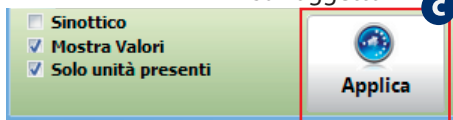

FIG. 8.1.4
3) Synoptic: pressing this control box makes it possible to pilot the control unit in manual mode via the Synoptic Mode. All of the relays (boiler activation, chiller, system pumps, zone outputs, dehumidification consent) and all of the analogical 0-10V outputs (mixer valve commands) of the control unit become modifiable by video. Operations are confirmed via the command **"Apply"** **c**, which transfers the modified values to the control unit (Fig. 8.1.4).
3) Sinottico: premendo su questa casella di controllo si può pilotare la centralina in manuale attraverso la Modalità Sinottico. Tutti i relè (attivazione caldaia, chiller, pompe impianto, uscite di zona, consensi deumidificatori) e tutte le uscite analogiche 0-10V (comando valvola miscelatrice) della centralina diventano modificabili a video. Le operazioni vanno confermate tramite il comando **"Applica"** **c**, che trasferisce alla centralina valori impostati (Fig. 8.1.4).